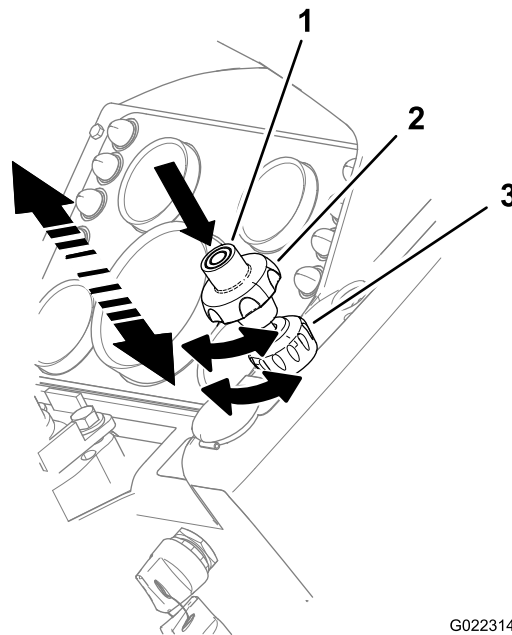

Figure 23
- Pour **augmenter** le régime moteur, appuyez sur le bouton d'accélérateur central tout en **tirant** sur l'accélérateur (Figure 23).